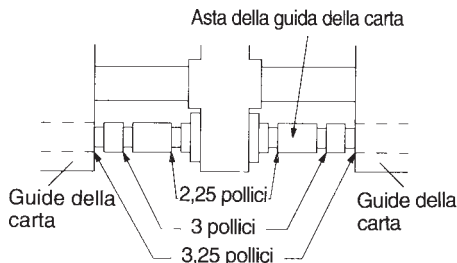

Fig. 2-8 Guida della carta in rotolo (SP342)
- Quando si inserisce l'anello di fermo corrispondente alla scanalatura sull'asta delle guide della carta mostrata nella Fig. 2-8, quella sarà la posizione quando si fissa la guida della carta.